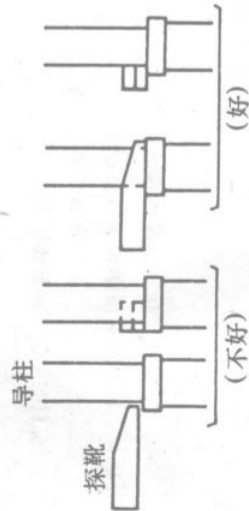

图 54
④把高度表的探靴放在调整模板上，将高度表调为“0”，如图54所示；
⑤慢慢地把导柱升高到导柱刚好接触到高度表探靴的底面，用高度表确定导柱接触点的准备位置如图54所示。